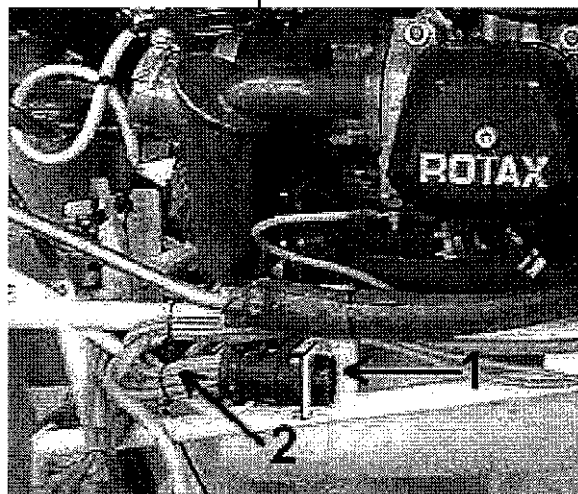

Fig. 11
13a. lato sinistro: svitare i quattro bulloni di fissaggio del connettore principale e sfilare il connettore dalla piastrina di supporto (part. 1 fig. 11)
13b. tagliare le fascette blocca cavi lungo i tubi inferiori del castello (part. 2 fig. 11)
*13a. left side: unfasten the four bolts of the main connector and remove the main connector from the mounting flange (item 1, in fig. 11).*
*13b. remove the clips along the engine mount lower tubes (item 2, in fig.11).*